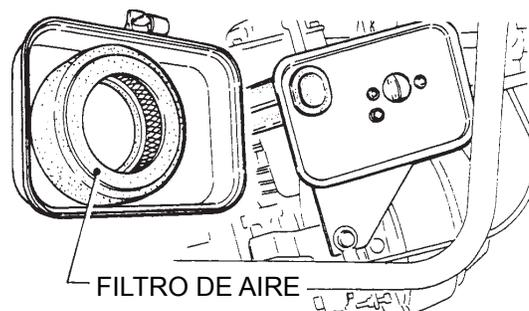

Figura 14. Filtro de aire del motor
4. Es difícil que el filtro de aire (Figura 14) en el lado del motor se contamine. Sin embargo, después de limpiar el elemento con queroseno, sumérjalo en una mezcla consistente en 3 partes de gasolina y 1 de aceite de motor. Luego, apriete el elemento primario exterior (esponja) y sacuda bien el elemento secundario interior antes de la instalación.